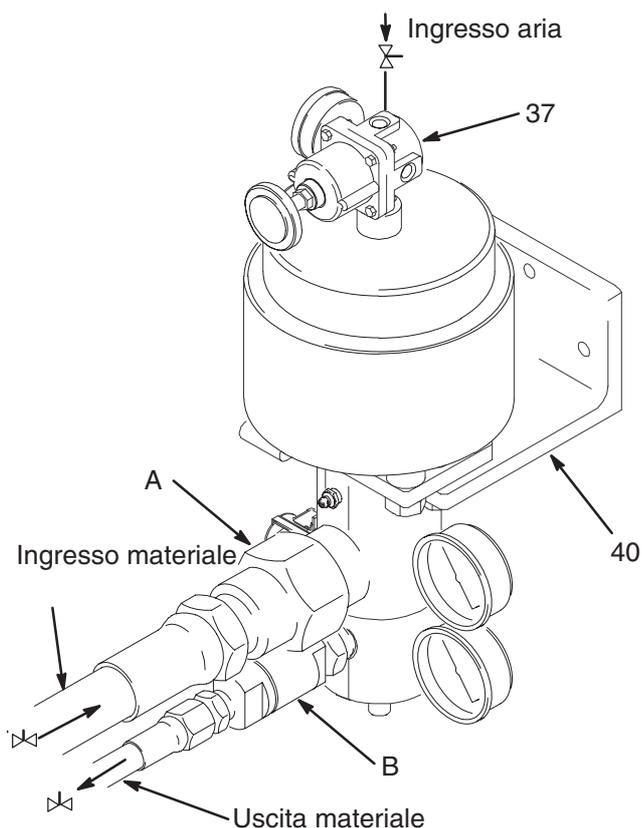

Fig. 1
**NOTA:** I numeri di riferimento e le lettere in parentesi nel testo si riferiscono ai richiami nella Fig. 1.